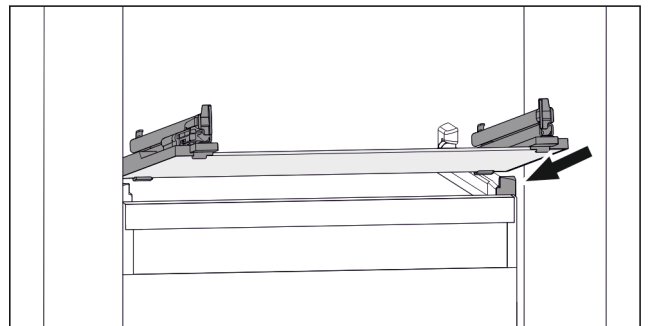

Fig. 66 Representación de la placa de vidrio a modo de ejemplo
- ▶ Coloque la placa de vidrio inclinada detrás de los topes. (consulte Fig. 66)